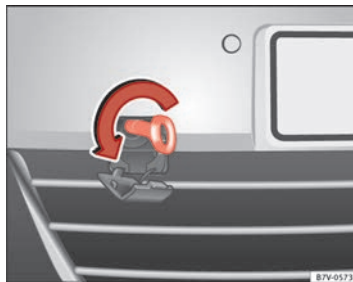

Abb. 220 Im Stoßfänger vorn rechts: Abschleppöse einschrauben.
Die Aufnahme für die einschraubbare Abschleppöse befindet sich vorn rechts im Stoßfänger ⇒ **Abb. 220**.
- Abschleppöse so fest es geht **entgegen dem Uhrzeigersinn** in die Aufnahme drehen ⇒ Abb. 220 ⇒ ①. Einen geeigneten Gegenstand benutzen, mit dem die Abschleppöse vollständig und fest in die Aufnahme eingeschraubt werden kann.